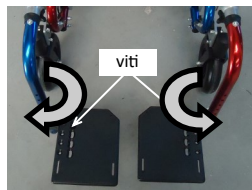

fig. 10.5: Regolazione intra-extra rotazione
- **Regolazione intra-extra rotazione** (fig. 10.5):